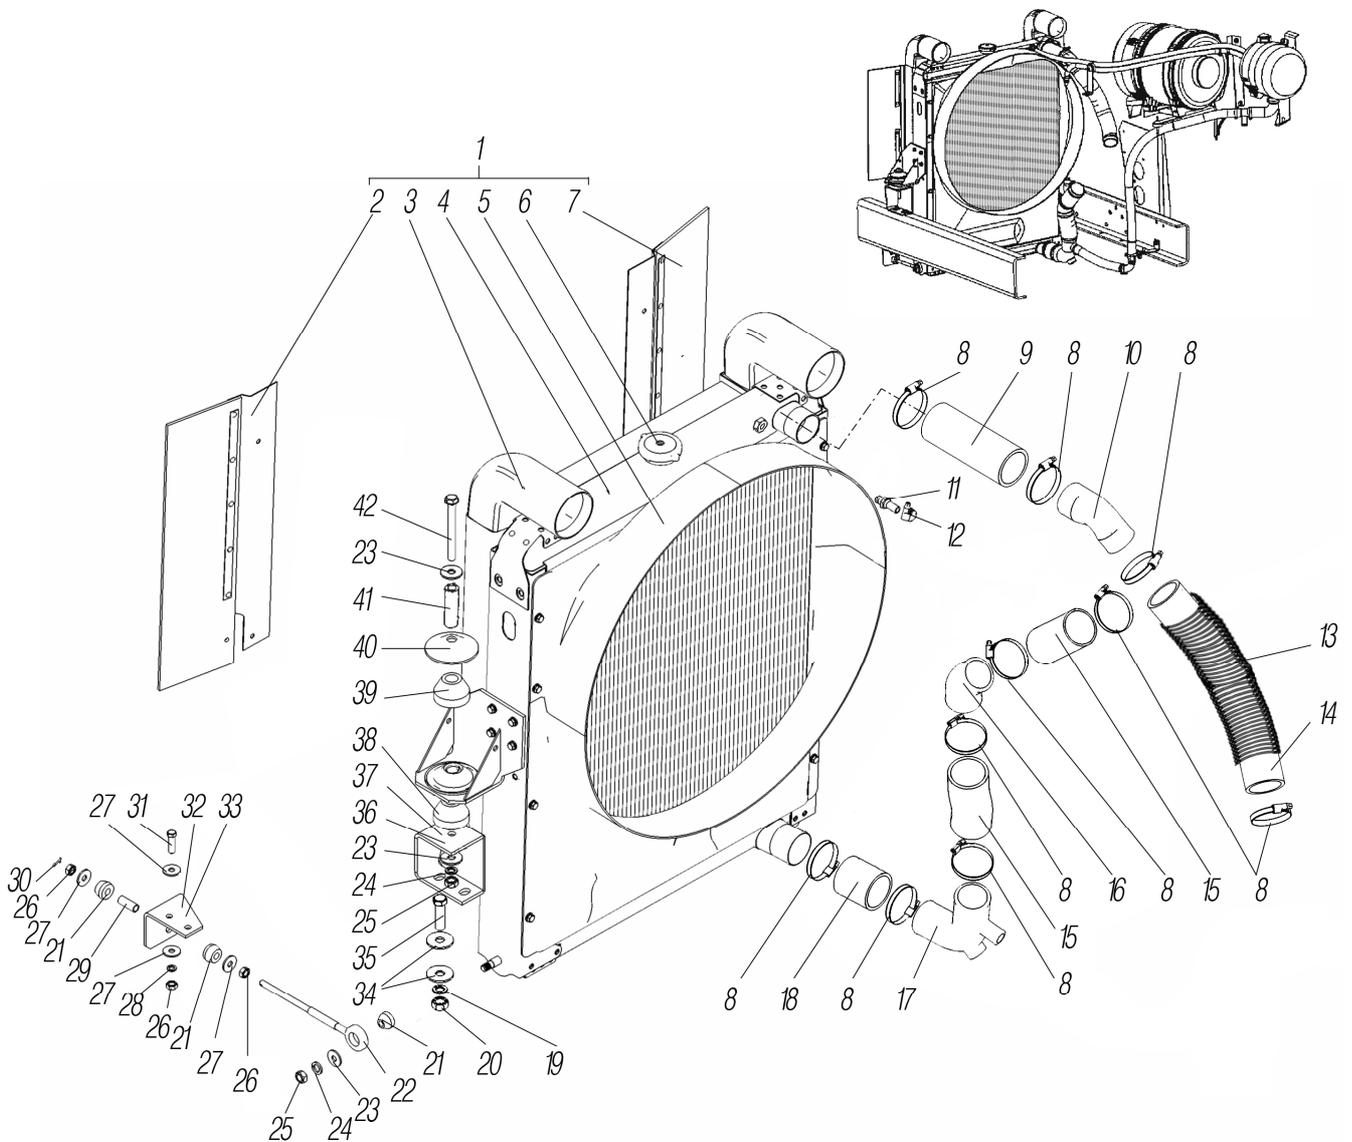

Рисунок 1.12
*⁸ См. рисунок 1.12
See figure 1.12